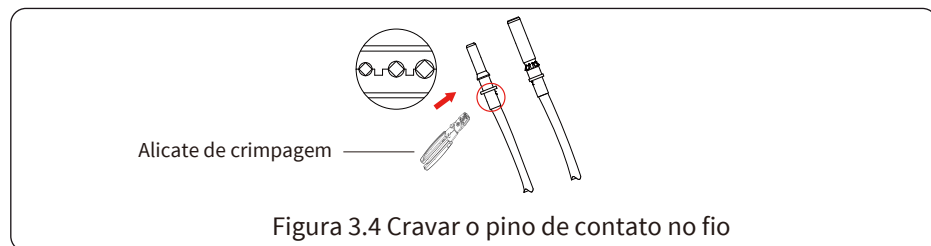

Figura 3.4 Cravar o pino de contato no fio
b) Crimpar os terminais metálicos com um alicate de crimpagem, conforme mostrado na figura 3.4.